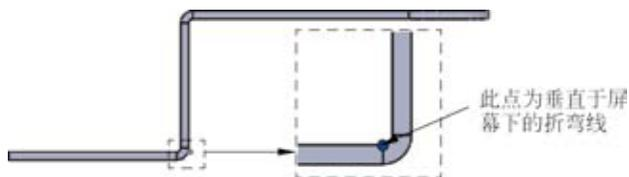

图 5.106 折弯在外
- (折弯在外) 单选项: 选取该选项时, 折弯区域将置于折弯线的某一侧, 如图 5.106 所示。